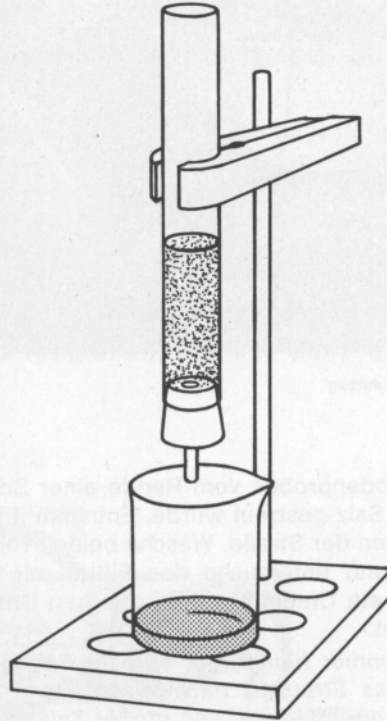

Abb. 44
- 4.1. Verschließe das weite Glasrohr mit dem durchbohrten Gummistopfen. Lege etwas Watte über die Öffnung und fülle das Rohr mit Sand auf, nachdem du es senkrecht in das Stativ eingespannt hast. Gieße nun wenige ml Heizöl oder Benzin in das Rohr und warte 10 Minuten. Spüle mit etwa 100 ml Wasser nach und fange es unter dem Rohr wieder auf (Abb. 44.). Prüfe den Geruch dieses Wassers.